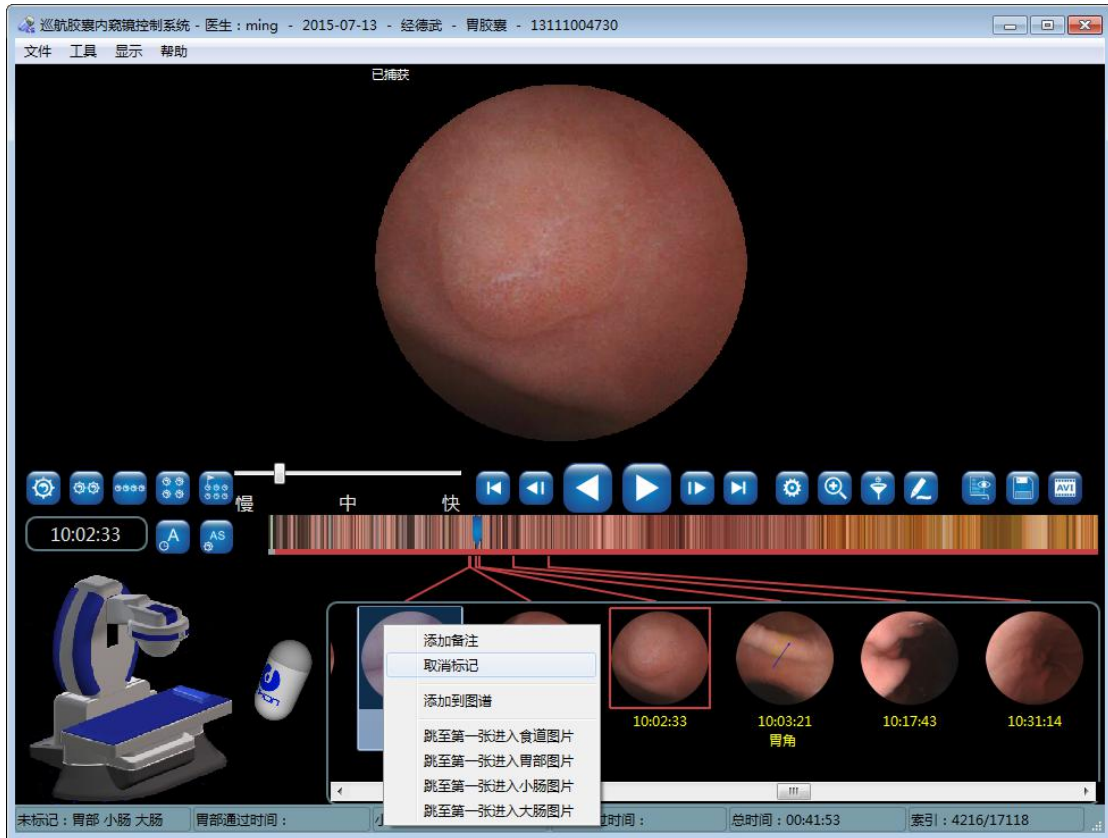

图 4-85 取消标记
3. 在缩略图显示区域，将鼠标移动到需要取消标记的图片上，鼠标点击右键，在弹出的右键菜单上，选择**取消标记**，在缩略图中删除该图片，如图 4-85 取消标记。软件支持同时删除多张图片，用户可以通过按住 **Ctrl** 键，鼠标左键点击选中多张图片或者长按鼠标左键，拖动鼠标选择多张图片，在选择多张图片之后，标点击右键，在弹出的右键菜单上，选择**取消标记**，在缩略图区域同时删除多张图片。